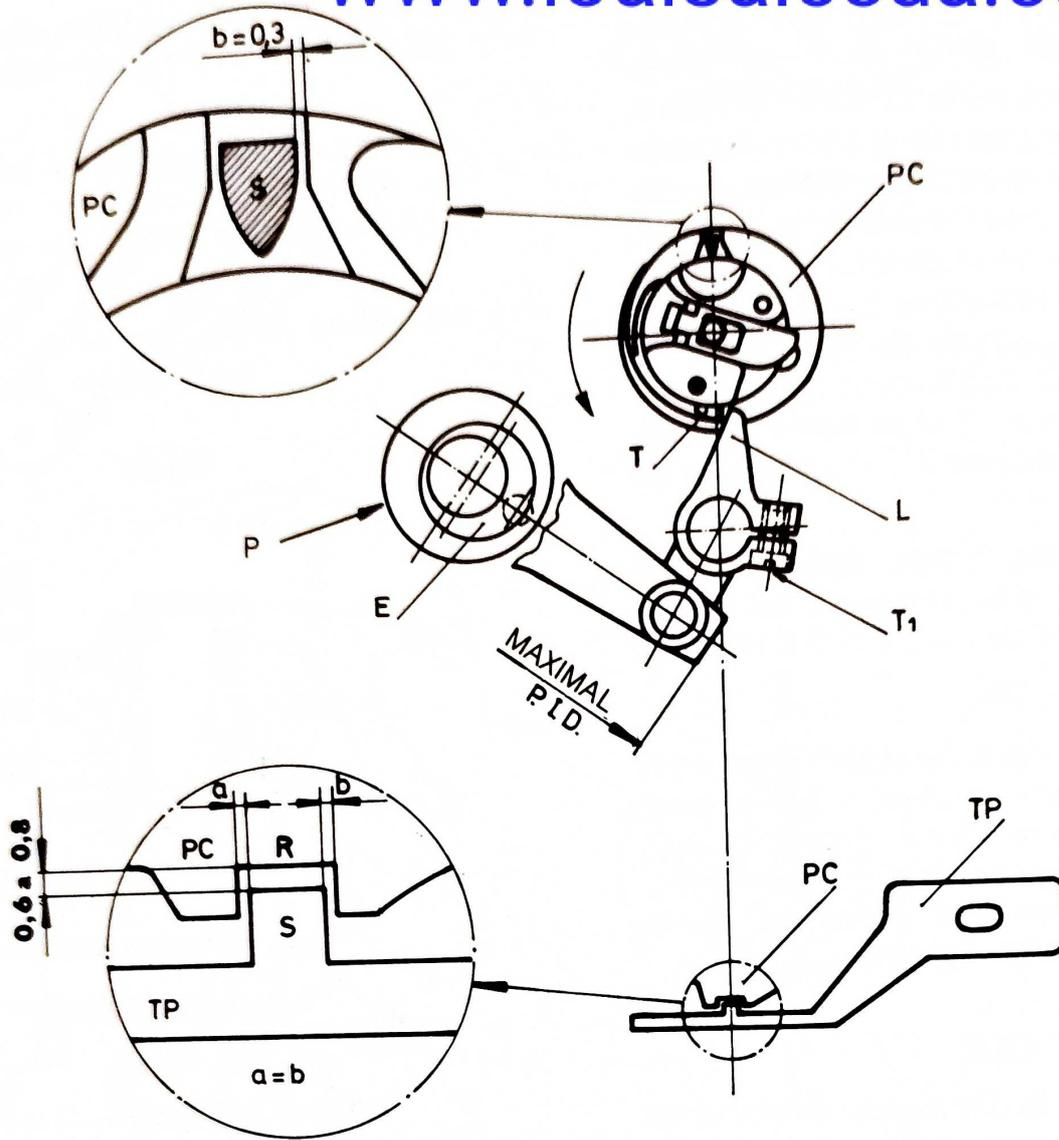

Fig.13
5.2 Placer l'extrémité supérieure de l'éleveur L (fig. 13) en contact avec la butée intérieure T du support du porte-canette. Dans cette position, en poussant avec la main le support du porte-canette dans le sens de rotation du crochet, la partie saillante S de la butée du support du porte-canette PC doit se trouver centrée sur la rainure R supérieure du support du porte-canette et fixer ensuite le distributeur de fil au moyen de ses vis T1 et la butée du support du porte-canette TP au moyen de la sienne.
Vérifier si les cotes latérales sont $a = b = 0,3$ et si la cote axiale est approximativement de $c = 0,6$ à $0,8$ mm (fig. 13).